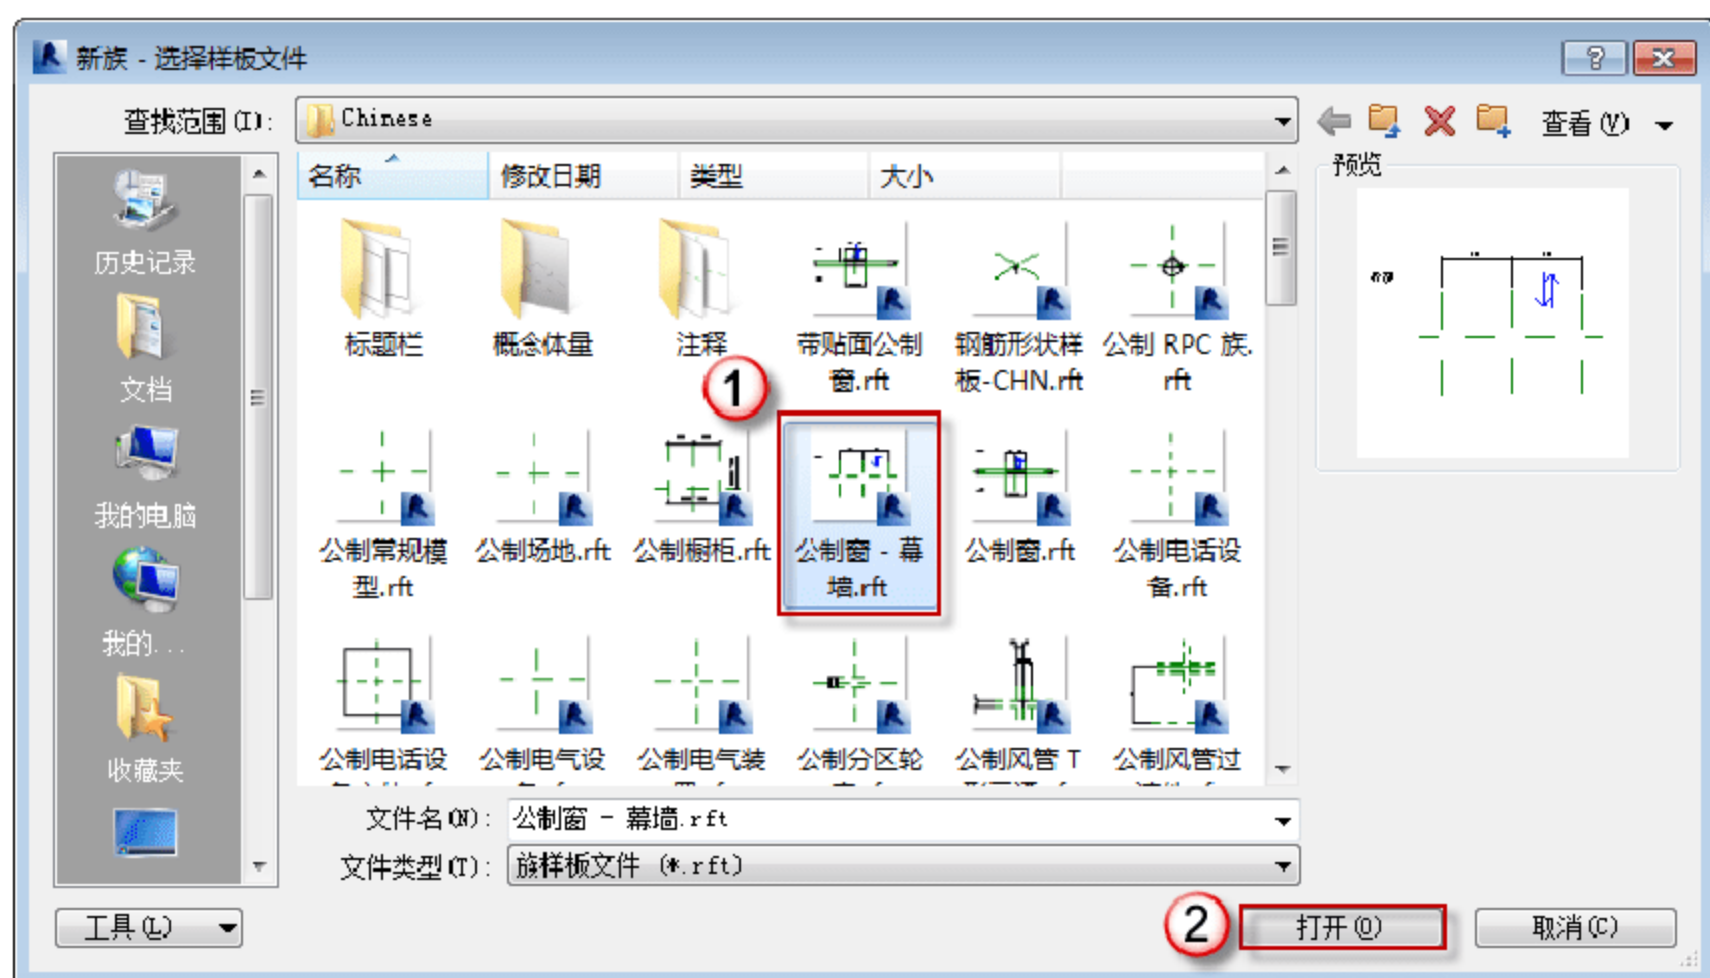

图 7.2.25 “新族-选择样板文件”对话框
(1) 选择“公制窗 - 幕墙.rft”族样板。选择“程序”→“新建”→“族”命令，在弹出的“新族-选择样板文件”对话框中选择“公制窗-幕墙.rft”文件，单击“打开”按钮，进入幕墙族的设计界面，如图 7.2.25 所示。